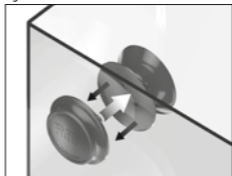

fig 3
- 必要に応じてケーブルプロテクターを取り付けてください。ケーブルプロテクターはウニやフグ、プダイ等が水中の電源コードに損傷を与えることを防ぎます。-Fig. 3-